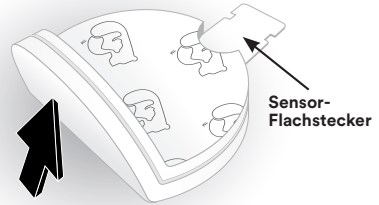

Abbildung 3-5: Den Sensor abnehmen
- Den Sensor ausgehend von der Sensorkante vorsichtig vom Patienten abziehen (Abbildung 3-5).